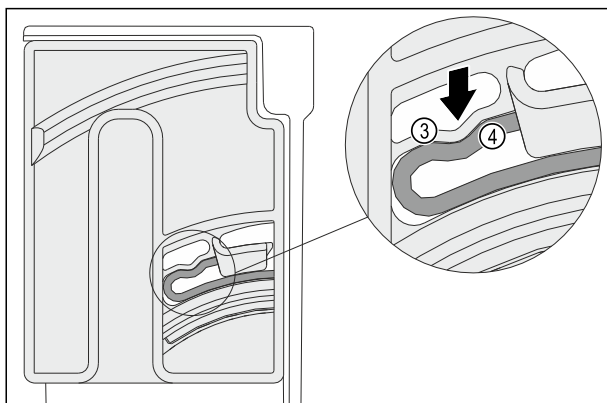

Fig. 101
- ▷ Element elastyczny Fig. 101 (3) pokrętła zatrzaskuje się słyszalnie na zaokrągleniu krawędzi Fig. 101 (4).